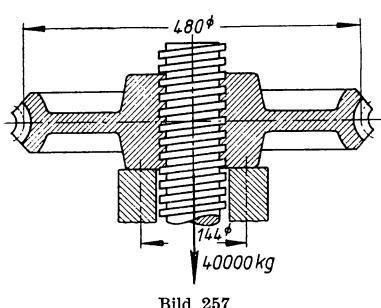

Bild 257
- 392.** Bei einer Zerreißmaschine (Bild 257) wird die Zugkraft 40000 kg erzeugt durch eine flachgängige, gegen Drehung gesicherte Schraubenspindel von 96 mm Außendurchmesser, 80 mm Kerndurchmesser, $\frac{1}{2}$ " Ganghöhe. Das Muttergewinde liegt in der Nabe eines Schneckenrades von 480 mm Teilkreisdurchmesser. a) Welche Umfangskraft muß am Teilkreis wirken zur Erzeugung der Schraubenkraft 40000 kg unter Berücksichtigung der Reibung an der Schraube und an der aufliegenden unteren Stirnfläche der Radnabe? Die Reibung an letzterer werde auf einem mittleren Kreise von 144 mm Durchmesser wirksam angenommen. Die Reibungszahl ist 0,08. b) Wie groß ist der Gesamtwirkungsgrad?